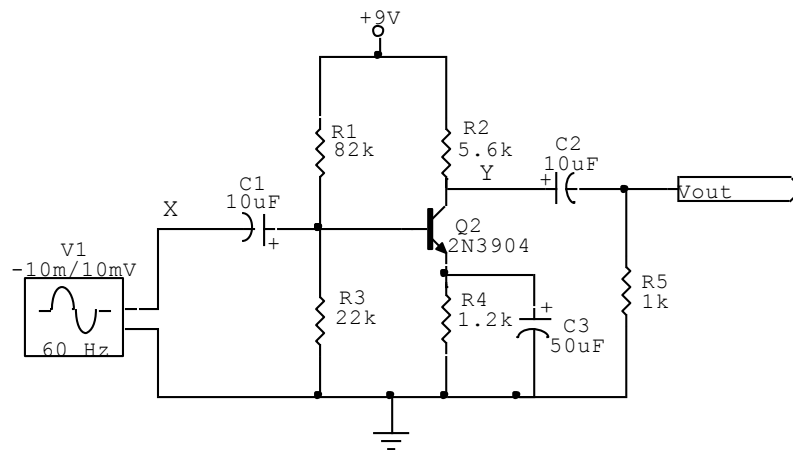

Figura 1
Implementar en el primer protoboard el circuito de la Figura 1:
2. Mida  $I_C$  y  $V_{CE}$  de la figura 1 en forma práctica utilizando para ello un multímetro